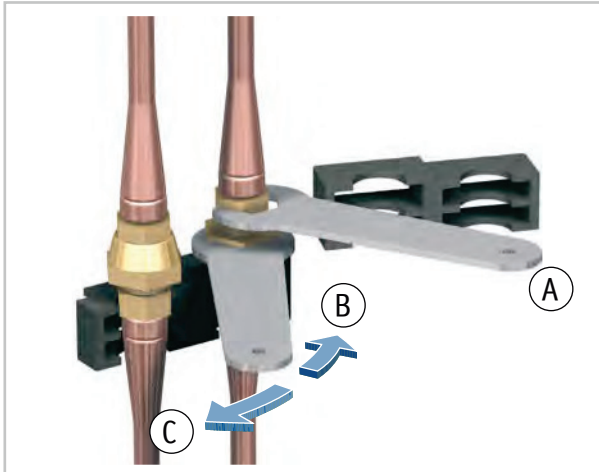

Abb. 15: Abschrauben der rechten Überwurfmutter
11. ▶ Schrauben Sie die rechte Überwurfmutter mit dem beiliegenden Maulschlüssel SW 24 ab. Halten Sie dabei mit dem zweiten Maulschlüssel SW 21 am oberen Kupplungsteil gegen (Abb. 15).